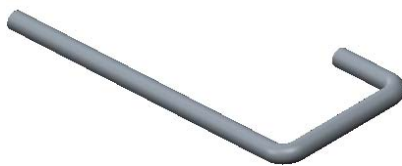

图 16.2.20 查看实体管道
Step2. 单击 **视图** ▾ 区域中的 **管线视图** 按钮，返回到模型树显示界面，右击 **L10001.PRT** 节点，在弹出的快捷菜单中选择 **打开** 命令，可以在新窗口中查看实体管道，如图 16.2.20 所示。